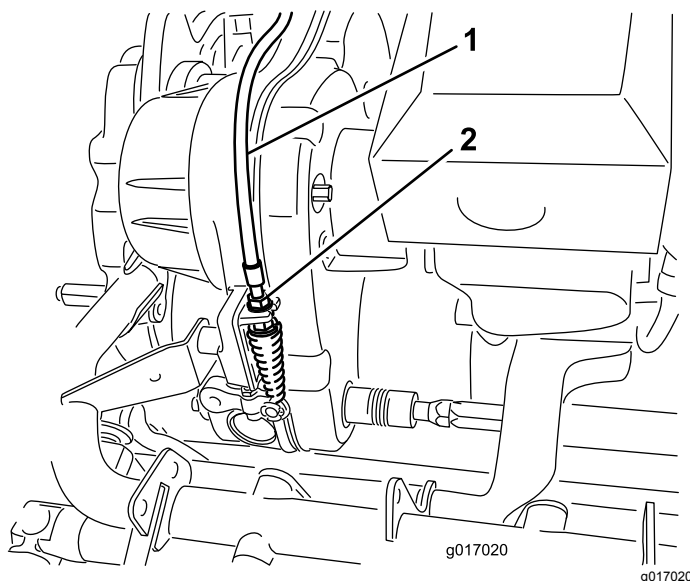

Figura 49
2. No anteparo da transmissão, ajuste o cabo de controlo do cilindro (Figura 49) para atingir um comprimento de mola de 70,6 a 72,4 mm.